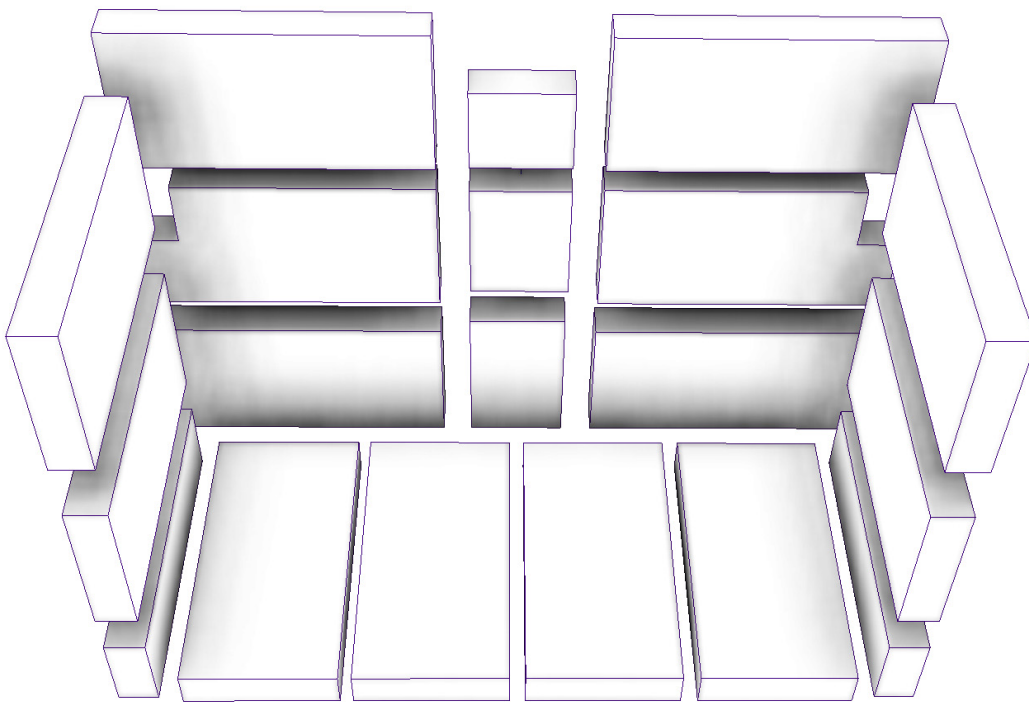

Fig. 4: Assemblage du ventilateur optionnel
1. Fixer le ventilateur assemblé (fig. 4) au dos du déflecteur arrière. (fig.5)